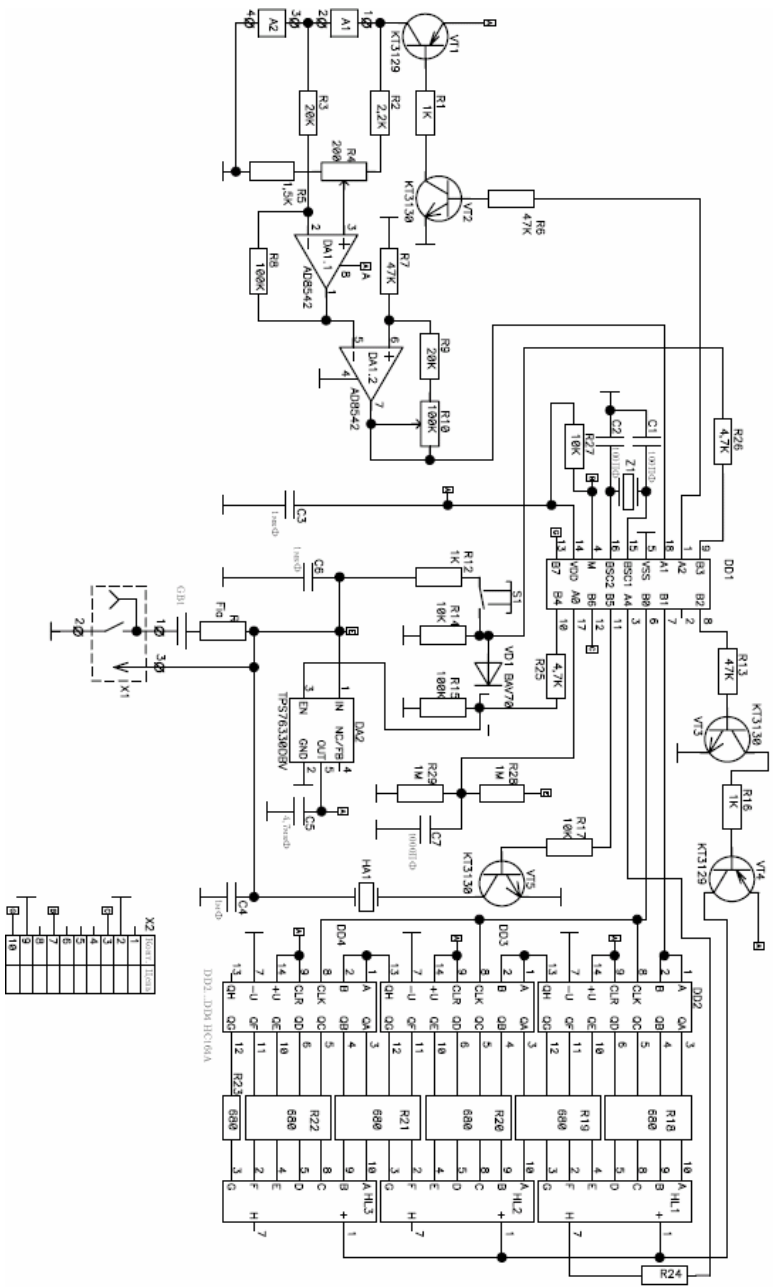

рис. 1. Принципиальная схема для подключения термокаталитических сенсоров
5.3.1. При работе с газовыми смесями из баллонов (ПГС) собирают газовую схему для проверки ГС (рис.2). Для этого баллон с ПГС, подключают через понижающий редуктор и ротаметр к прибору. Вместо редуктора можно использовать баллонный вентиль тонкой регулировки. На приборе укрепляют газовую насадку-адаптер НГ-1 (рис.1). По ротаметру устанавливают требуемый расход газовой смеси. В качестве трубопроводов используют гибкие шланги из ПВХ, а при использовании агрессивных газов - трубопроводами из фторопласта.
1.5. В настоящее время все ГС серии «В» имеют два типа унифицированных плат: ЭХВ-7 для всех типов электрохимических сенсоров (принципиальная схема рис.1, расположение элементов рис.1а) и ТКВ-7 для термокаталитических сенсоров (принципиальная схема рис.2, расположение элементов рис.2а).
рис. 1а. Расположение элементов при подключении термокаталитических сенсоров